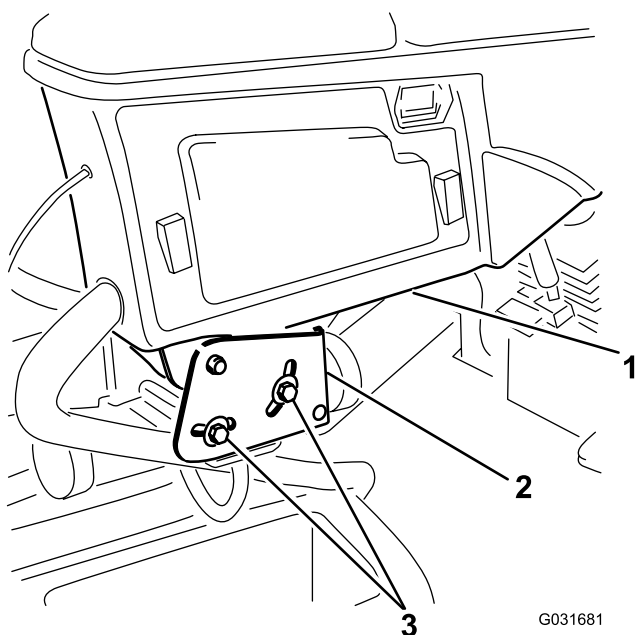

Figure 2
1. Desserrez les 2 boulons qui fixent le bras de commande à la patte de retenue (Figure 2).